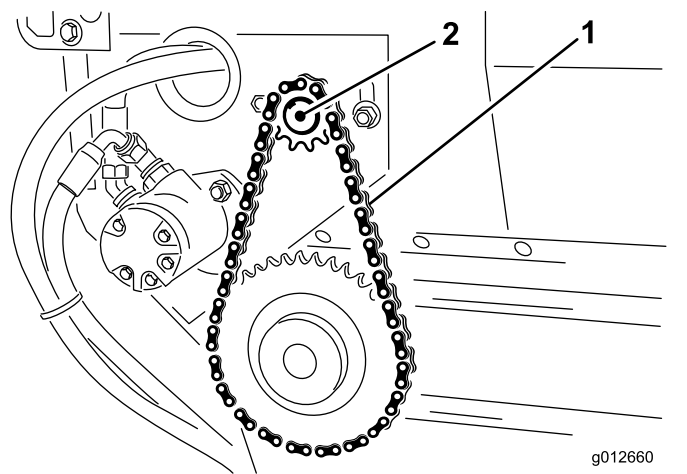

図 19
3. モータスプロケットアセンブリをメインフレームに固定しているボルト・ナットをゆるめる 図 19。
4. モータスプロケットアセンブリを回して 図 19 コンベアベルトのチェーンのたわみが 3.2 mm になるように調整する。
5. 取り付けボルトを締め付ける 図 19。